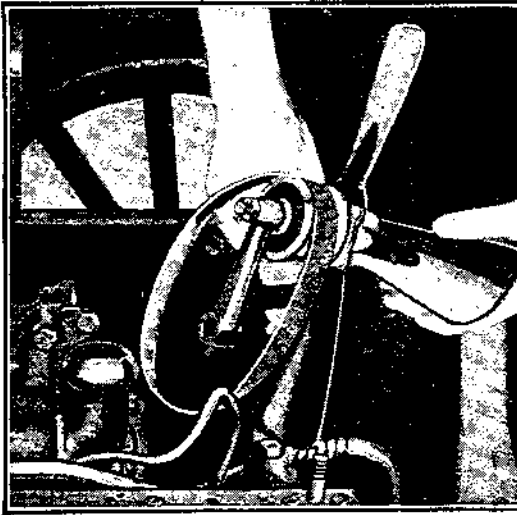

Fig. 23
- c) Le ventilateur peut maintenant être retiré avec sa courroie. (Voir fig. 23.)